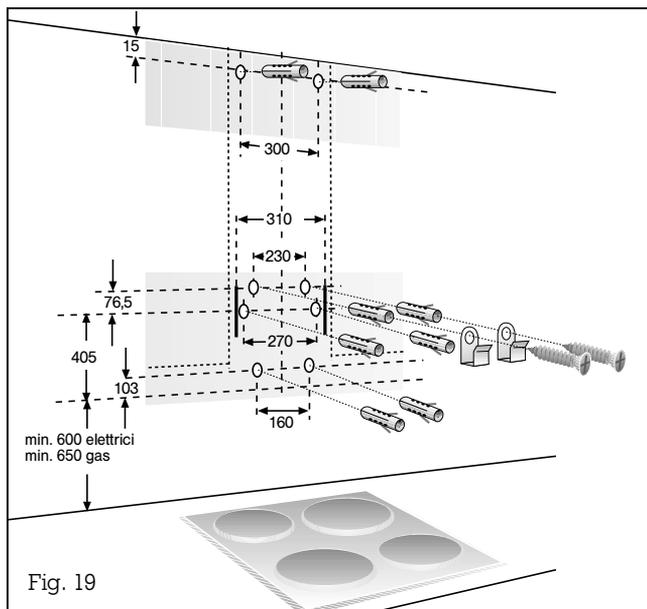

Fig. 19
- Contrassegnate le posizioni delle viti sulla parete con l'ausilio di una sagoma come anche i contorni della zona di aggancio per facilitarne il montaggio (Fig. 19).